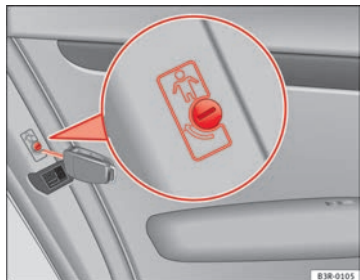

Abb. 76 Kindersicherung der hinteren Türen
- Drehen Sie den Schlüssel in Pfeilrichtung ⇒ Abb. 76.